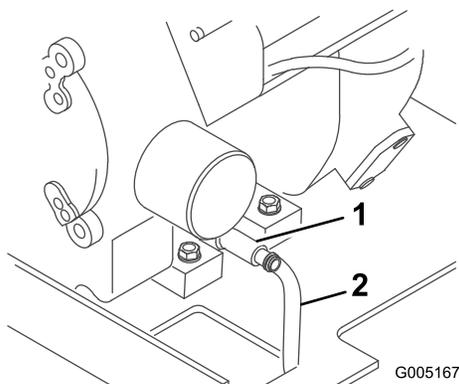

Рисунок 23
4. Наденьте один конец шланга на сливной клапан, а другой на поддон (Рисунок 23).
5. Откройте сливной клапан, поворачивая его против часовой стрелки и одновременно вытаскивая (Рисунок 23).